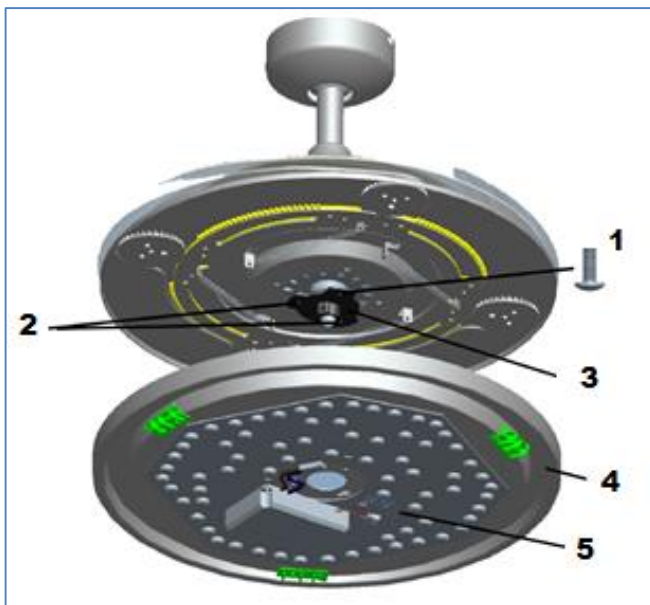

Fig. 6
- 1) Desserrer la vis (1) à partir du support de base (3). Aligner les deux vis à fente (2) avec les trous de serrure du pied de la lampe (4). Figure 6